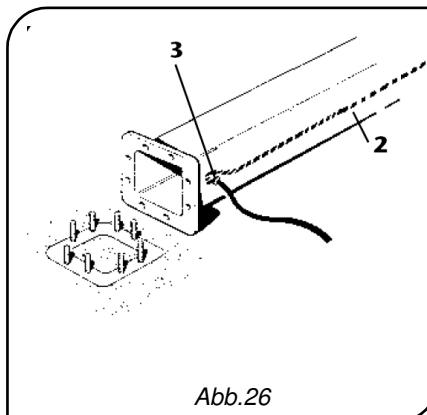

Abb.26
- b. Falls das Kabel 1 von außen kommt, dieses mit der entsprechenden Kabelführung 3 unten in der Säule in die Säule hinein und bis zur Öffnung 2 an der Säulenspitze führen (Abb. 26)